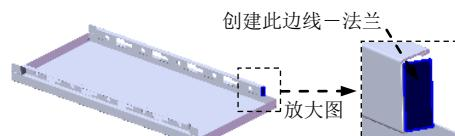
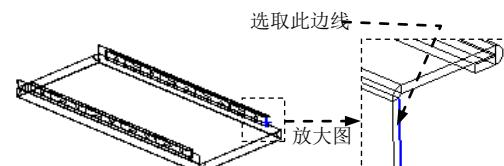

图 17.6.51 创建边线一法兰 21
图 17.6.52 定义特征的边线
Step25. 用相同的方法创建另一侧的边线一法兰 21 (图 17.6.51), 边线法兰的边线如图 17.6.52 所示。详细操作过程参见 Step19。